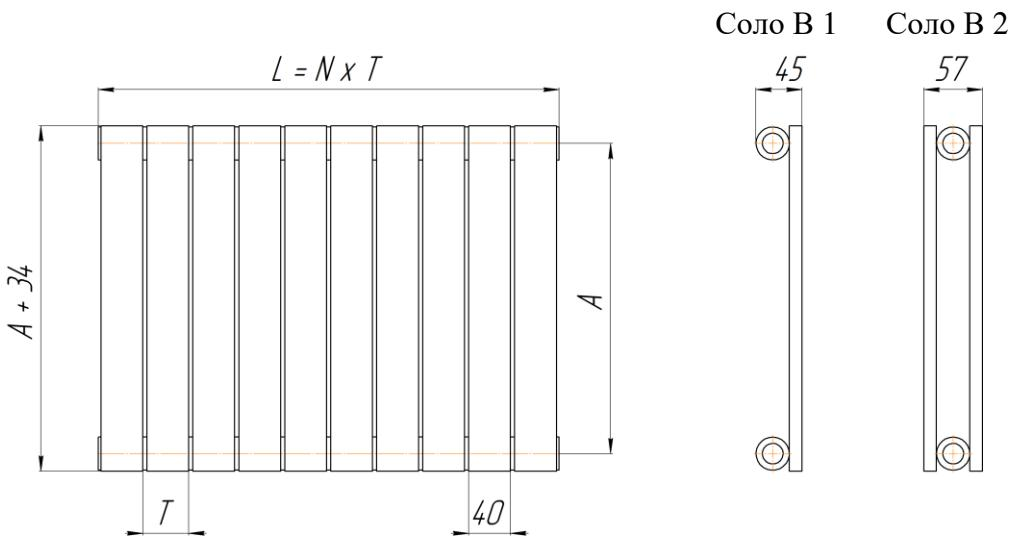

Рис. 1 Радиатор «Соло В», где: А – межцентровый размер, мм; Т – шаг (Т = 44 мм); Н – количество секций; L – габаритная длина, мм.
2.1. Основные размеры и параметры радиаторов приведены на рис.1 и в таблице.